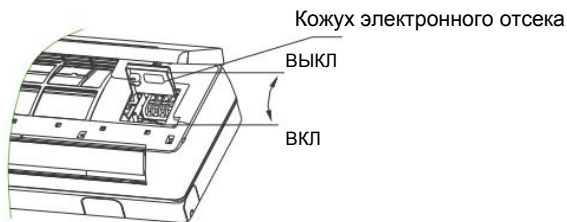

Рис. 12
- Ослабьте винт на крышке электронного отсека. (Рис. 12)